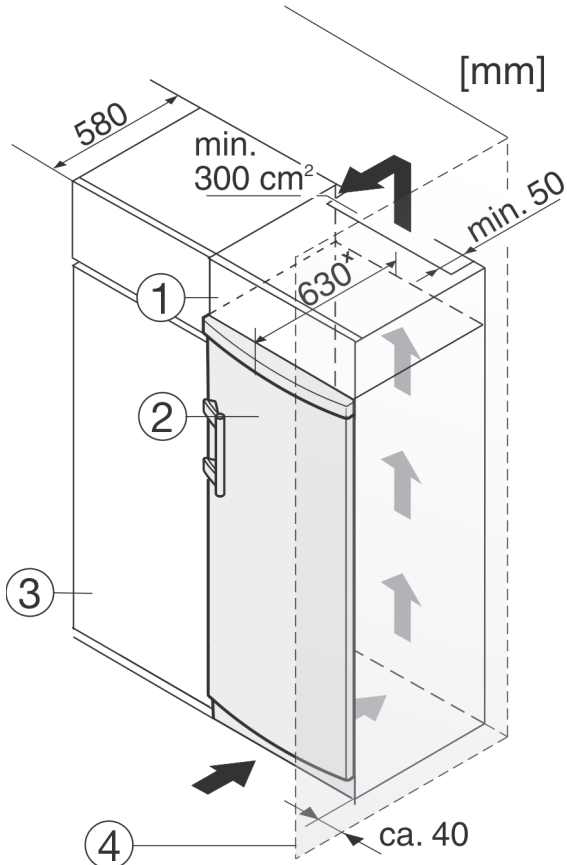

Fig. 9
Пристрій можна комбінувати з кухонними шафами. Для того, щоб пристрій Fig. 9 (2) вирівняти по висоті кухонної секції, на пристрій можна встановити антресольну секцію Fig. 9 (1).
У разі комбінування з кухонними шафами (максимальна глибина 580 мм) пристрій можна встановлювати безпосередньо поряд із кухонною шафою Fig. 9 (3). Пристрій виступає збоку на 34 мм\* і посередині на 50 мм\* відносно передньої панелі кухонної шафи.
Якщо пристрій встановлюється поряд зі стінкою Fig. 9 (4), відстань між пристроєм та стінкою повинна бути не менше 40 мм. Це відповідає необхідній відстані для ручки після відкриття дверцят.